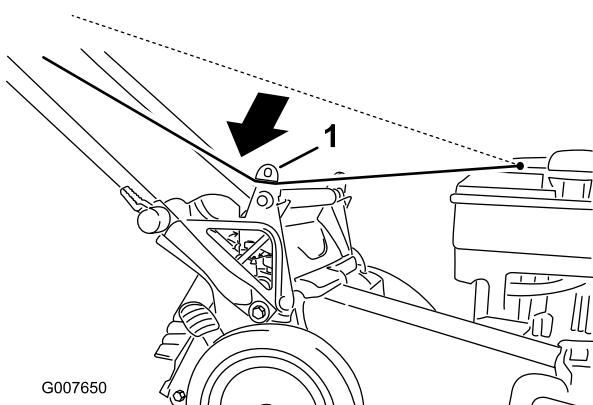

Рисунок 22
- Проложите трос стартера вокруг нижней направляющей троса (Рисунок 22).